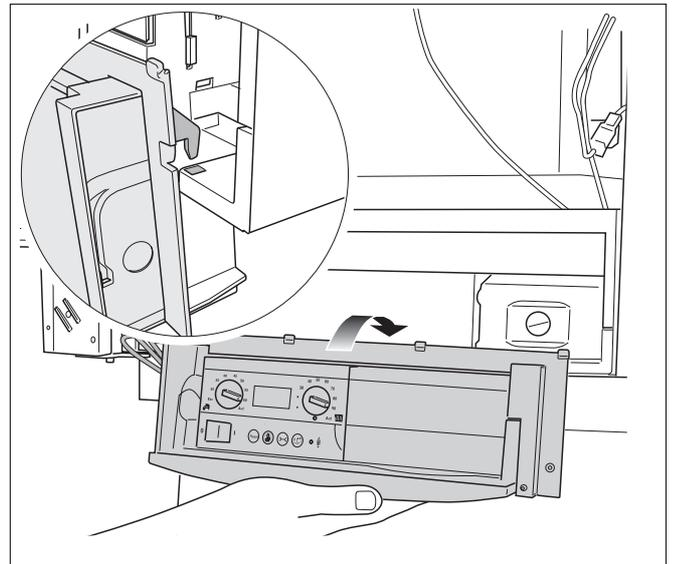

Fig. 109 Agganciare il pannello di comando al telaio della caldaia
- Agganciare il pannello di comando alla caldaia, utilizzando i 2 ganci (fig. 109).